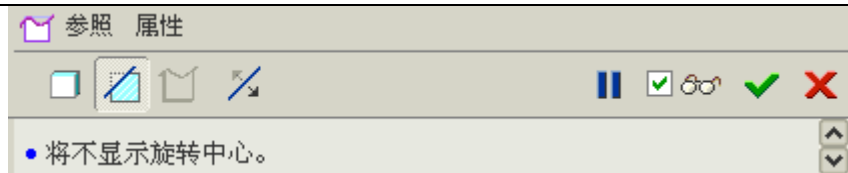

图 3-211
- (1) 选中步骤 6 完成的曲面，单击菜单【编辑】→【实体化】命令，打开实体化特征操控板。
- (2) 选择切割方式，如图 3-211 所示。